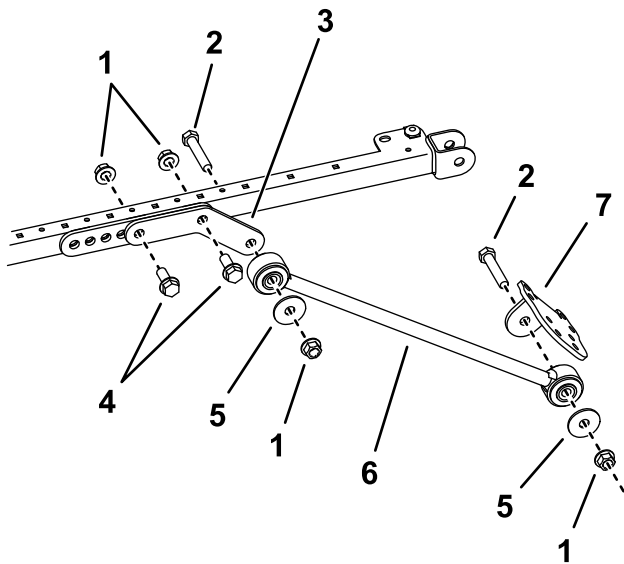

Bild 37
- Befestigen Sie an jeder Seite des Sonnendachrahmens einen Verlängerungslenker mit zwei Schrauben (1/2" x 1 1/2") und zwei Bundmuttern (1/2") lose in den hinteren und mittleren Löchern der Befestigungshalterung, wie in Bild 37 abgebildet.
Bundmutter ($\frac{1}{2}$ ") an der Außenseite jedes Verlängerungslenkers, wie in Bild 37 abgebildet.
11. Befestigen Sie eine Strebenhalterung mit einer Schraube ($\frac{1}{2}$ " x $2\frac{1}{2}$ "), einer Scheibe ($\frac{1}{2}$ ") und einer Bundmutter ($\frac{1}{2}$ ") an jeder Strebe, wie in Bild 37 abgebildet.